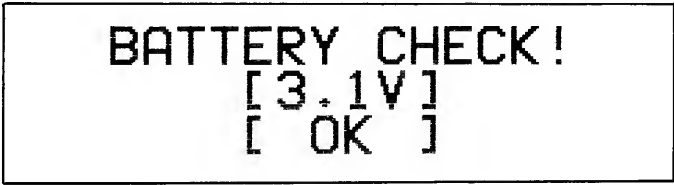

Fig. 10/図10
- 2. The LCD displays the voltage of the user memory backup battery. (See fig. 10.)
- 2. LCD 上に、ユーザー・メモリー・バックアップ用バッテリーの電圧を表示します。(図10参照)